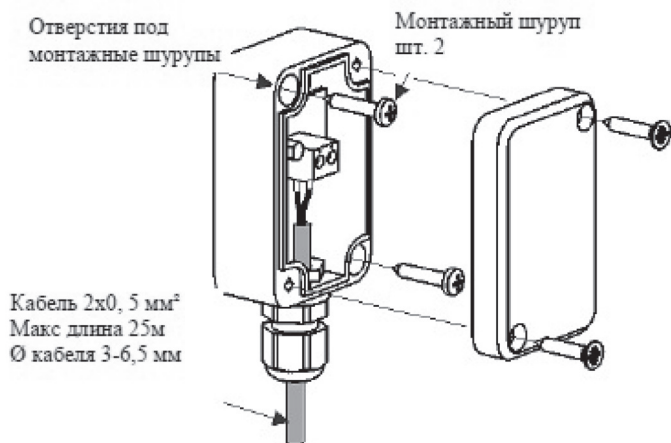

Рисунок 11 - Погодный датчик
13. При необходимости установите погодный датчик (Рис.11) и комнатный термостат (в комплект поставки не входят). Подробнее о подключении датчиков описано в руководстве на пульт управления.